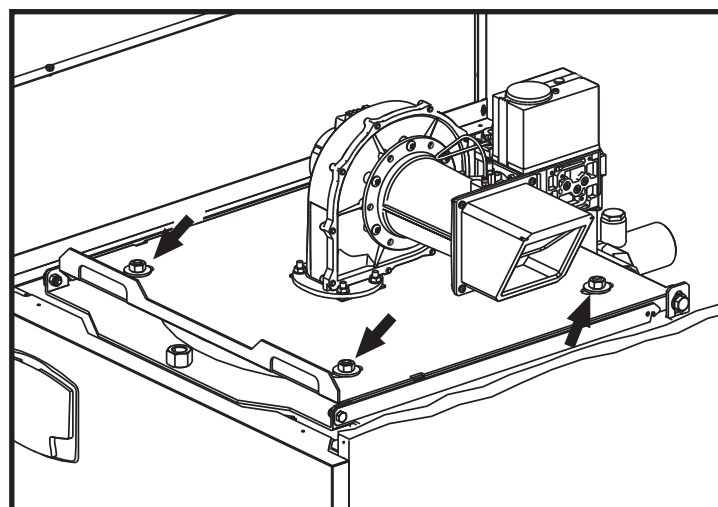

fig. 70
**!** Serrare accuratamente i 4 dadi (fig. 70).